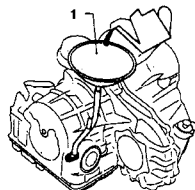

Рис. 7.3 Используйте чистую воронку для добавления жидкости в автоматическую коробку передач (См. Раздел 3)
5. Добавьте жидкости, если необходимо. Не заливайте слишком много жидкости в автоматическую коробку передач и следите за тем, чтобы уровень жидкости не опускался ниже требуемого уровня. Залейте жидкость в коробку передач через трубку щупа (См. Рис. 7.3).